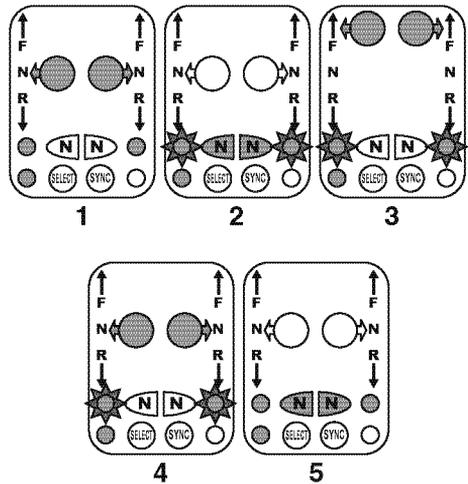

Figura 13
1. Ponga la(s) palanca(s) en punto muerto ("N"). El(los) indicador(es) de punto muerto se iluminan de forma continua (1, **Figura 13**).
2. Pulse el(los) botón(es) de punto muerto ("N") (2, **Figura 13**). El(los) indicador(es) de punto muerto parpadea(n) (estrella alrededor del(de los) indicador(es) en (2, **Figura 13**)).
3. Moviendo la(s) palanca(s) de mando hacia marcha avante o atrás (3, **Figura 13**) se controlan las rpm del motor, pero con el inversor desembragado.
1. Ponga la(s) palanca(s) en punto muerto (4, **Figura 13**).
2. Pulse el(los) botón(es) de punto muerto ("N") (5, **Figura 13**). El(los) indicador(es) de punto muerto se iluminan de forma continua (5, **Figura 13**).